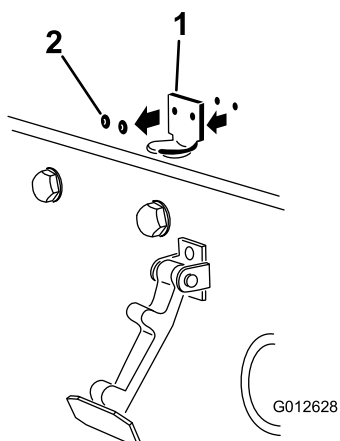

Figura 5
2. Retire los 2 remaches que sujetan el cerradero del capó al capó (Figura 5).
Nota: El cierre de seguridad debe estar en contacto directo con el capó (Figura 5).